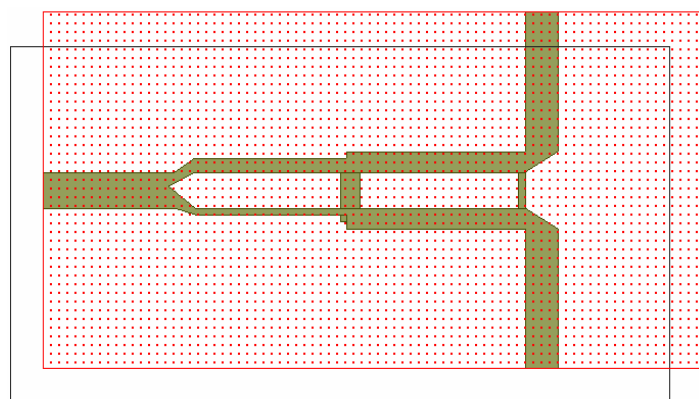

Рис.6.83
4. На вкладке **Enclosure** введите **10** в поле **X_Dim**, **5.1** в поле **Y_Dim**, **0.1** в поле **Grid_X** и **0.05** в поле **Grid_Y**. На всех вкладках окна свойств электромагнитной структуры введите те же параметры, которые были введены в начале этого примера. Структура может выглядеть, как показано на рис. 6.83. Т.е. импортированная топология может не совпадать с созданным корпусом.